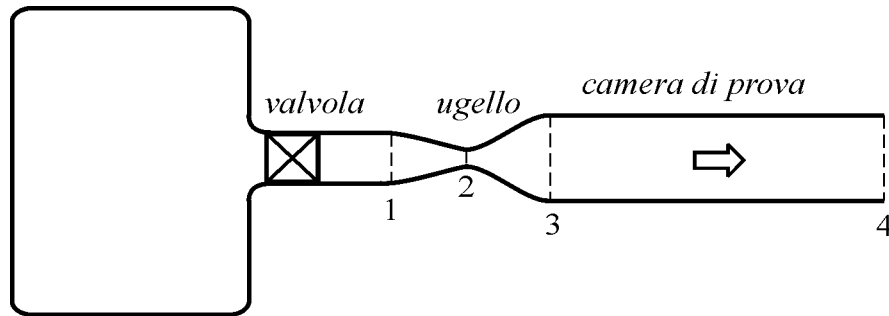

Fig. 1
- Si consideri il serbatoio schematicamente rappresentato in Fig. 1, in cui è contenuto un gas avente inizialmente (cioè al tempo $t=0$) temperatura $T_o=150F$ e pressione $p_{oi}=150psi$. Il serbatoio è collegato ad un ugello convergente-divergente avente area, nella sezione di test, indicata con il numero 3, $A_3=1.00ft^2$. Il Mach di progetto è $M_3=2.00$. Si calcoli il volume del serbatoio necessario ad avere un tempo di svuotamento $t=30s$.